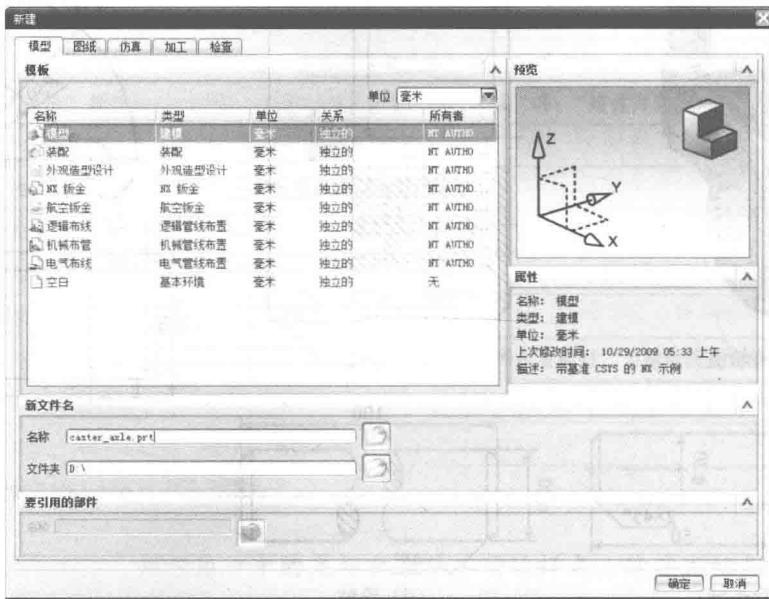

图 1-4 “新建”对话框
(2) 选择“新建”按钮 或者【文件】/【新建】弹出新建窗口对话框，如图 1-4 所示。